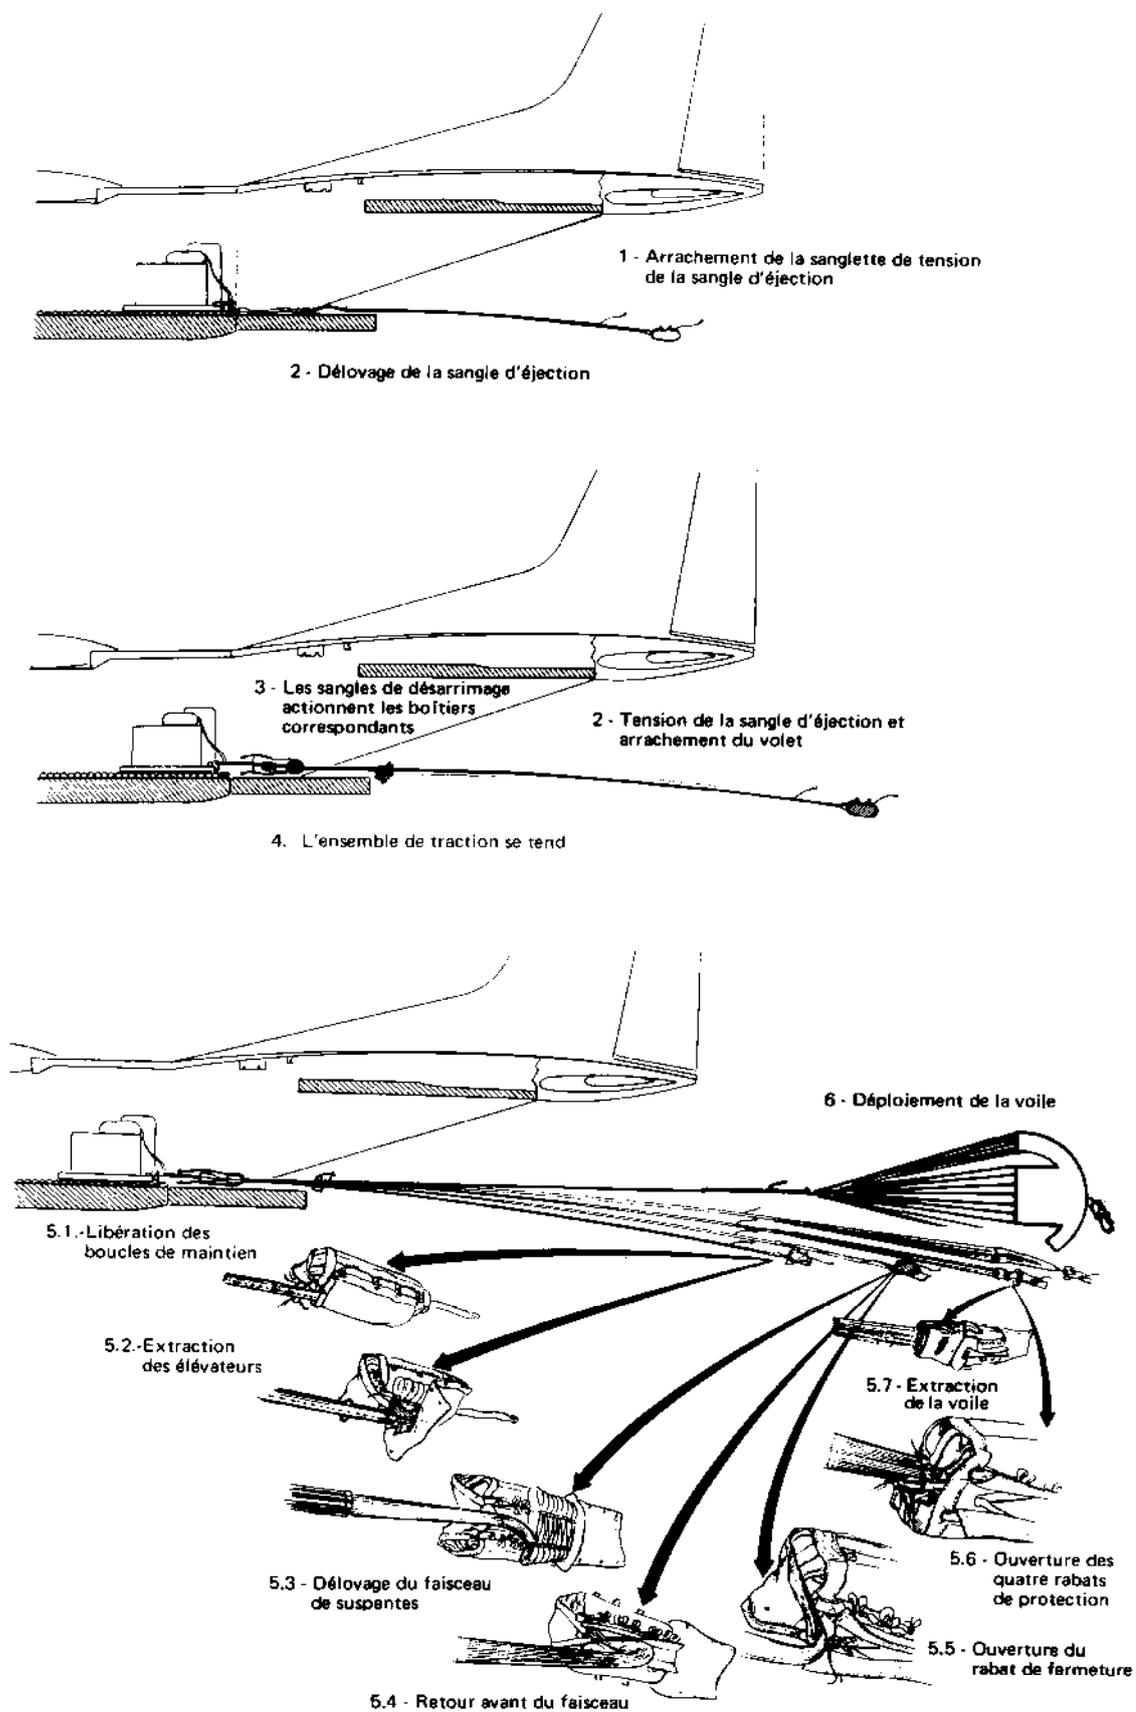

Fig. 2.9 - Fonctionnement- Mise en tension et déploiement (début)
1. La sanglette de tension de la sangle d'éjection s'échappe du crochet de tension de l'E.T.A.A. (fig.2.9).